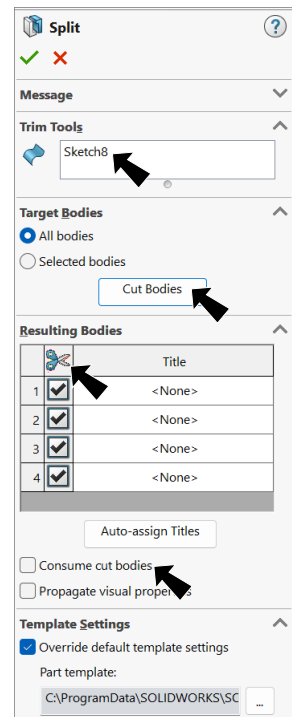

**Fig. 64**
Step 6. Add dimension, **Fig. 64**.